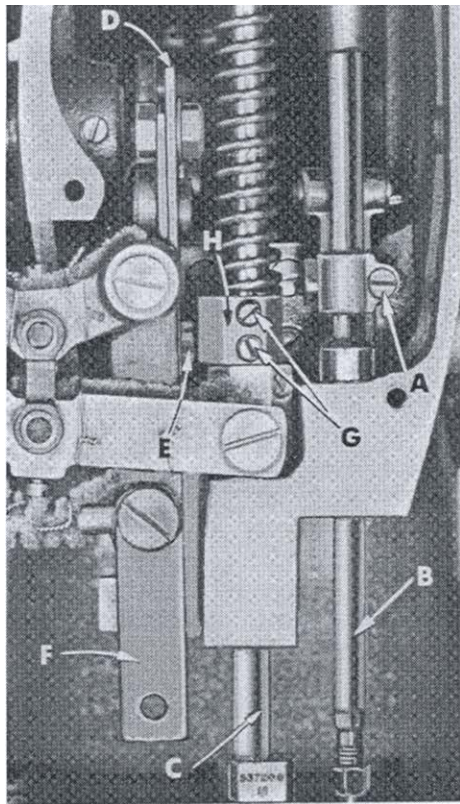
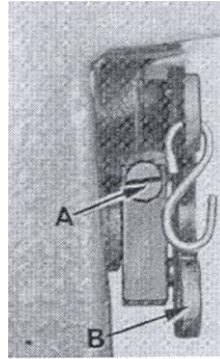

Fig. 3
Fig. 12
The height of the needle is correct when the top of its eye is 1/64 inch below the underside of the looper, when the looper point is flush with the left side of the needle. If adjustment is necessary, loosen screw (A, Fig. 3) and move needle bar (B) up or down as required and retighten screw (A).
Stellen Sie die Nadelstange so hoch ein, daß die Nadelöhroberkante 0.4 mm unter der Greiferspitze ist, wenn sich die Greiferspitze bei ihrer Bewegung nach links mit der linken Nadelseite deckt. Falls eine Einstellung notwendig ist, lösen Sie Schraube (A, Fig.3) und bewegen Sie die Nadelstange (B) nach Bedarf nach oben oder unten und ziehen Sie die Schraube (A) wieder fest.
If adjustment is needed, loosen tension release lever screw (A, Fig. 12) located at the back of the machine and move tension disc separator as required. Retighten screw. After adjustment there should be no binding at any point.
The height of the presser bar (C, Fig. 3) is set correctly if it is possible to remove the presser foot when the foot lifter lever (B, Fig. 12) is fully depressed.
If adjustment is necessary, turn handwheel in operating direction until the needle bar is in the lowest position. Loosen screws (G, Fig. 3), then, while holding presser foot down on the throat plate surface, pry up presser bar connection and guide (H) with a screwdriver to obtain the 1/16 inch setting and retighten screws.
Falls eine Einstellung notwendig ist, lösen Sie die Fadenspannungshebelschraube (A, Fig. 12) die sich hinten an der Maschine befindet und schieben Sie die Auslöseleiste wie nötig. Ziehen Sie die Schraube wieder an. Nach der Einstellung sollte an keiner Stelle eine Verbindung sein.
Die Höhe der Drückfußstange (C, Fig. 3) ist richtig eingestellt, wenn es möglich ist, den Drückfuß zu entfernen wenn der Drückfußlifterhebel (B, Fig. 12) ganz heruntergedrückt ist.
Falls eine Einstellung notwendig ist, drehen Sie das Handrad in Nöhrichtung bis die Nadelstange in der niedersten Position ist. Lösen Sie die Schrauben (G, Fig. 3), dann, während Sie den Drückfuß unten auf der Drückfußoberfläche halten, stemmen Sie die Drückfußstange und Führung (H) mit einem Schraubenzieher nach oben, um eine Einstellung von ca. 15 mm zu erhalten und ziehen Sie die Schrauben wieder an.